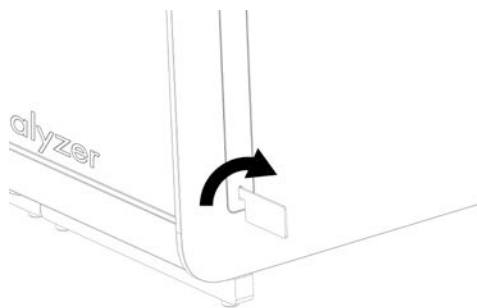

Рис. 15. Знімання захисних кришок.
- Зніміть захисні кришки з боку аналітичного модуля за допомогою відповідного знімача, що постачається в комплекті з аналізатором КВІАстат-ДКс (QIAstat-Dx) 1.0 (рис. 15).